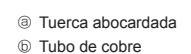

Fig. 5-4
5.2.3. Colocación de las tuercas (Fig. 5-4)